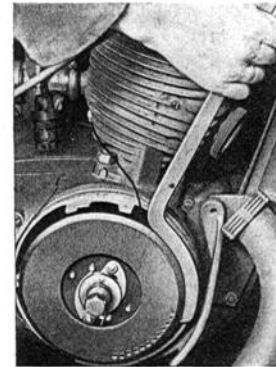

Bild 210. Halten des Ankers bei NZ-Modellen mittels Halteschlüssel Nr. 0100017 beim Lösen u. Festziehen der Ankerbefestigungsschraube
4. Ankerhalteschlüssel Nr. 0100017 ansetzen (Bild 210).